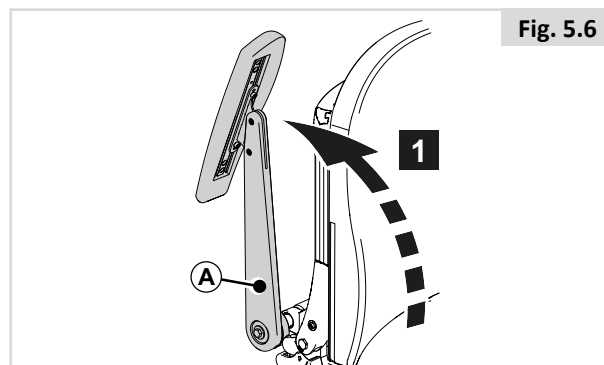

Fig. 5.6
Oppvippbart armlene (Fig. 5.6)
1. Vipp (B) opp og bakover. (Fig. 5.6)